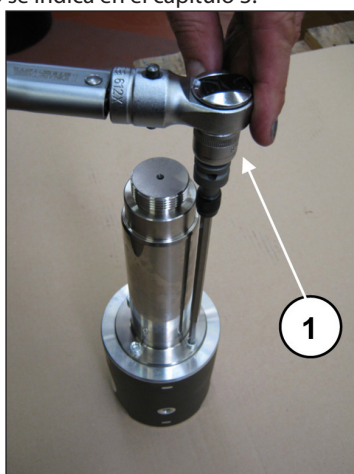

Fig. 46
Bloquear la guía del pistón con la herramienta específica y apretar los tornillos con la llave dinamo­métrica (pos. ①, Fig. 46) como se indica en el capítulo 3.